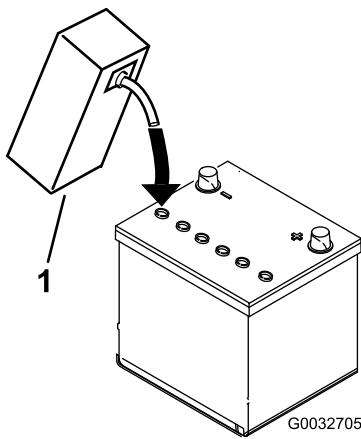

Figura 7
- Riempite con cautela ciascun elemento di elettrolito finché le piastre non sono coperte con circa 6 mm di fluido (Figura 7).
4. Attendete circa 20 o 30 minuti perché le piastre assorbono l'elettrolito. All'occorrenza rabboccate finché l'elettrolito non è a circa 6 mm dalla base della tazza di riempimento (Figura 7).